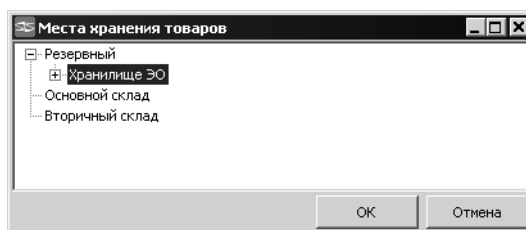

Рис. 29.4.
- ... Кнопка **Обзор** в поле **Место хранения** позволяет выбрать место хранения товара. После нажатия кнопки на экране появится диалог **Места хранения товаров** (рис. 29.4).
Кнопка **Обзор** в поле **Место хранения** позволяет выбрать место хранения товара. После нажатия кнопки на экране появится диалог **Места хранения товаров** (рис. 29.4).